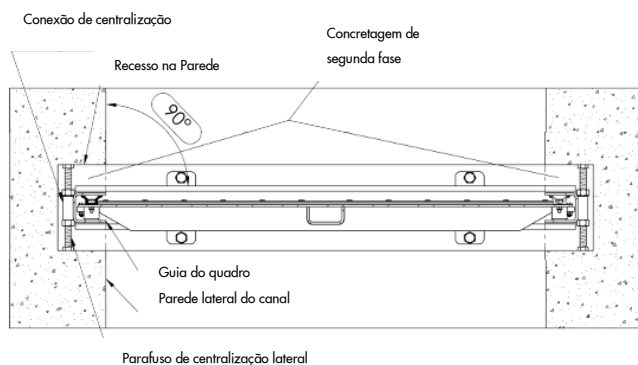

Figura 4
- Alinhe a unidade horizontalmente e certifique-se de que o quadro guia esteja alinhado com a parede lateral do canal. Adicionalmente, verifique se a comporta está perpendicular às paredes laterais do canal. Ajuste os parafusos das "Conexões de Centralização Lateral" se necessário (Vide Figura 4)